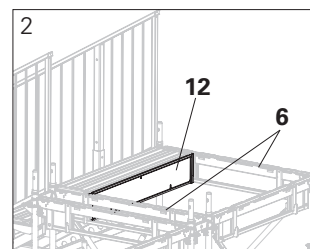

Fig. A2.02
- Agganciare i tubi quadrati (12a) di un rinforzo pianerottolo UZB 150 (12) nei ganci (6b) dei correnti di pianerottolo UZL (6). (Fig. A2.02)